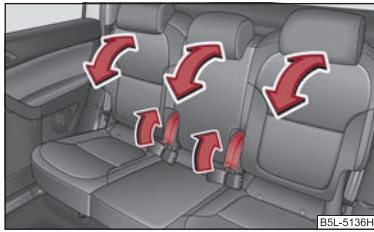

Fig. 61 Reglarea spătarelor
- Trageți maneta ⇒ fig. 61 și reglați înclinarea dorită a spătarului. ■
- Trageți maneta ⇒ fig. 61 și rabatați spătarele scaunelor laterale din spate până la limită de cursă, pe suprafața de șezut.
- Rabatați spătarul scaunului din mijloc spate în același fel, trageți apoi încă o dată maneta ⇒ fig. 61 și apăsați spătarul scaunului în jos, până când acesta se fixează cu zgomot într-o poziție inferioară.